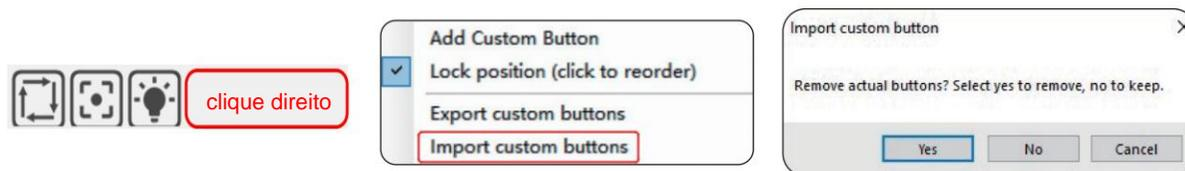

Figura 4 Importar botões personalizados
- Em seguida, importaremos os botões personalizados para o LaserGRBL. Abra o programa LaserGRBL, clique com o botão direito na área em branco ao lado do botão na parte inferior (como mostrado na Figura 4), depois escolha <Importar botão personalizado> e selecione o arquivo zip do botão personalizado baixado antes para importar, continue clicando em Sim (Y) até que não haja mais pop-up.